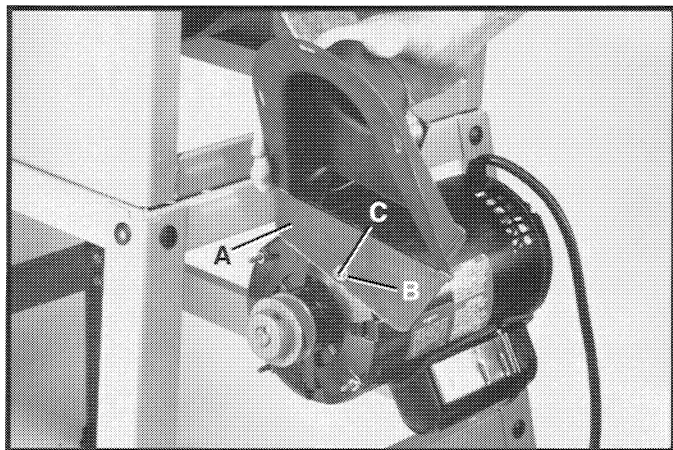

Fig. 17
1. Afiance la solapa interna (A) Fig. 17 del protector de correa y polea al gorrón del motor, utilizando dos arandelas planas con diám. int. de 13/64 pulg., de las cuales se muestra una en (B), y una tuerca de máquina hexagonal (C) según se ilustra. **AVISO:** Una arandela plana (B) debe localizarse en el exterior del protector de correa y polea y otra debe localizarse en el interior del protector de polea y correa.